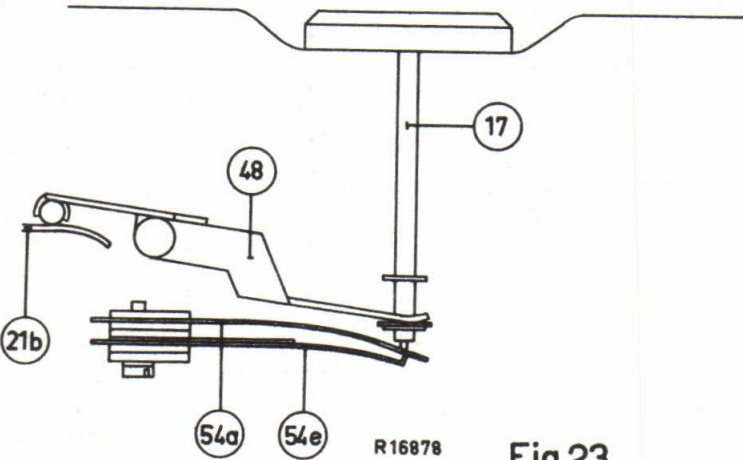

Fig.23
L. P.U. SCHAKELAAR 54 (fig.23 en 24)
M. CENTREERDOP 17 (zie fig.23 en 24)